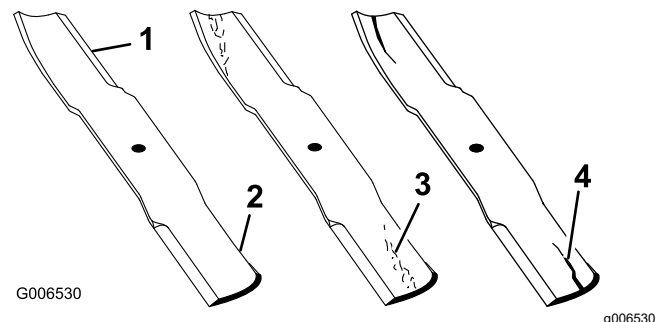

Bild 28
1. Untersuchen Sie die Schnittkanten (Bild 28).
4. Wenn Sie Risse, Verschleiß oder Rillenbildung in diesem Bereich feststellen, sollten Sie sofort ein neues Schnittmesser einbauen (Bild 28).